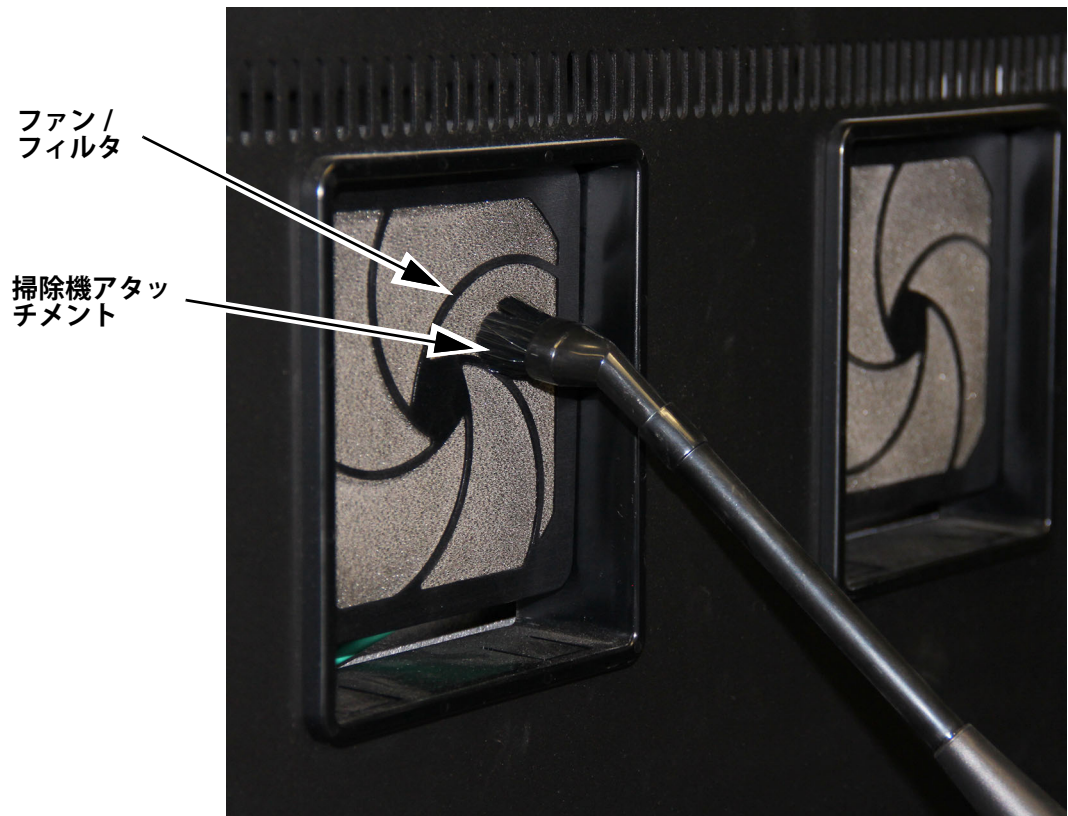

図 9-22. リアファンフィルタに掃除機をかける
2. 掃除機のブラシチップまたは隙間ツールで各フィルタを優しくブラッシングします。図 9-22 を参照。